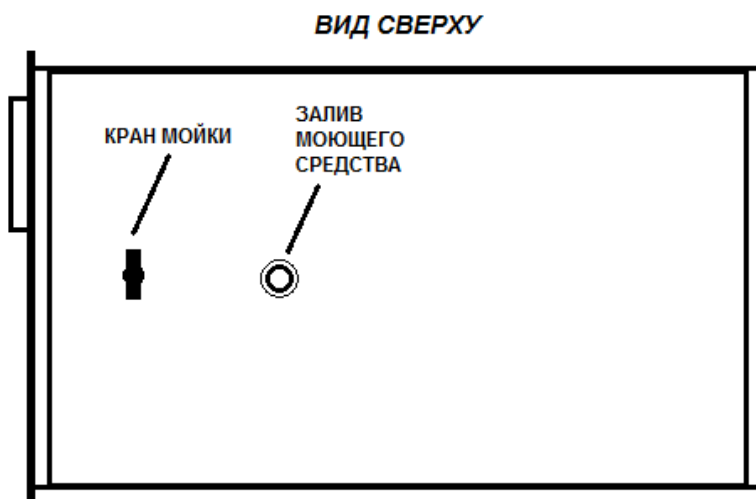

Рис. 6. Вид сверху Гидрофильтра Ятаган «Safe Fire»
- 2.2. Отвинтите крышку на штуцере залива моющего средства (Рис. 6)
- 2.4. Откройте кран мойки (рис. 6)
- 2.5. Спустя 1 час закройте кран мойки (Рис. 6)